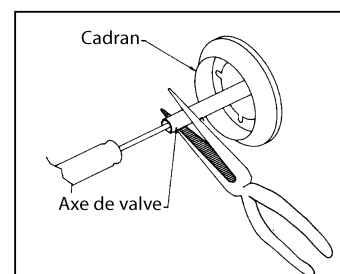

Fig. 36 Réglages pour niveau bas
4. Tout en tenant l'axe de la valve avec des pinces, insérez un tournevis mince à tête plate dans l'axe et, tout en surveillant le brûleur, ajustez jusqu'à obtenir une petite flamme stable (Fig. 36).